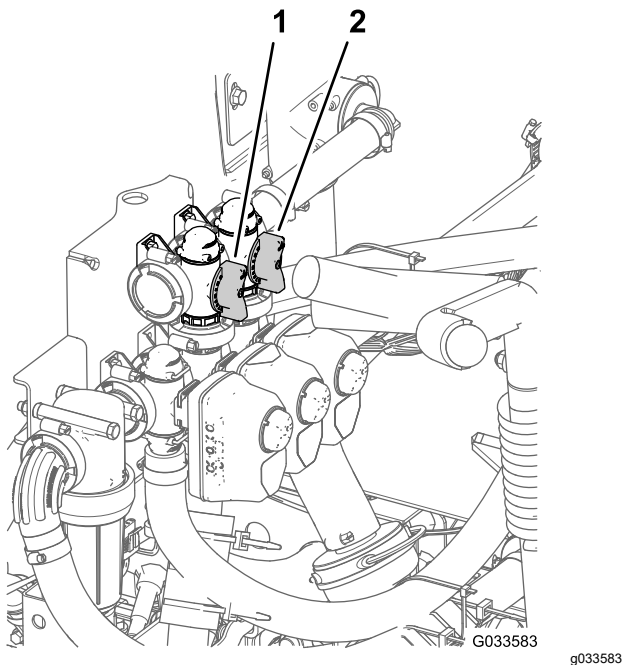

Figure 87
11. Réglez la vanne de dérivation (**Figure 87**) à l'arrière de la vanne d'agitation jusqu'à ce que la pression indiquée au manomètre soit 6,9 bar (100 psi).
8. Tournez plus ou moins la poignée de la vanne de dérivation générale des sections pour réguler l'agitation à l'intérieur de la cuve (**Figure 87**).